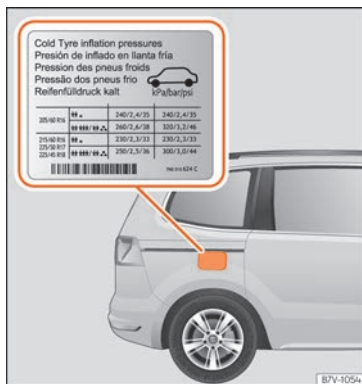

Abb. 294 Einbaort des Reifenfülldruckaufklebers.
- Passen Sie bei größerer Zuladung den Reifendruck entsprechend an »» **Abb. 294**.
Der richtige Reifenfülldruck für werkseitig montierte Reifen ist auf einem Aufkleber angegeben – gilt für Sommer- und Winterreifen. Der Aufkleber »» **Abb. 294** befindet sich entweder an der Fahrertürsäule oder an der Innenseite der Tankklappe.
Der Reifendruck muss der aktuellen Fahrzeugbelastung angepasst werden. Wenn das Fahrzeug voll beladen werden soll, muss der Reifenfülldruck entsprechend dem auf dem Reifenfülldruck-Aufkleber »» **Abb. 294** angegebenen maximalen Wert erhöht werden.
Fahrzeug. Der empfohlene Reifenfülldruck befindet sich auf einem Aufkleber »» Abb. 294.
- Immer den richtigen Reifenfülldruck am kalten Reifen einhalten, wie auf dem Aufkleber angegeben »» Abb. 294.